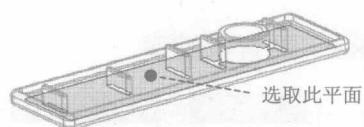

图 1.6 设置修剪平面
(1) 在“阴影曲面”对话框中双击 **Clip Plane (修剪平面)** 元素。
(2) 系统弹出 **▼ ADD RMV REF (加入删除参照)** 菜单, 选择该菜单中的 **Add (添加)** 命令。
(3) 设置修剪平面。在系统 **选取一修剪平面** 的提示下, 采用列表选取法选取图 1.6 所示的模型内表面为修剪平面。
(4) 在 **▼ ADD RMV REF (加入删除参照)** 菜单中选择 **Done/Return (完成/返回)** 命令。